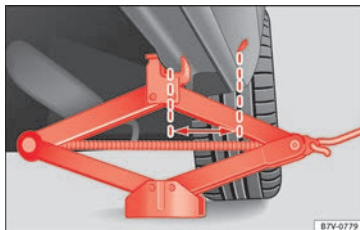

Abb. 70 Wagenheber hinten an der linken Fahrzeugseite angesetzt.
meplätze befinden sich an Stegen, die **hinter** den vorderen Kanten liegen **» Abb. 70**. Es gilt der Aufnahmepunkt, der sich bei dem jeweiligen Rad befindet **» ⚠**.
8. Sicherstellen, dass der Wagenheberfuß mit der ganzen Fläche sicher auf dem Boden steht und sich der Wagenheberfuß genau unter dem Ansetzpunkt »» **Abb. 70** befindet.
9. Den Wagenheber ausrichten und gleichzeitig die Wagenheberklaue weiter hochkurbeln, bis die Klaue den Steg unter dem Fahrzeug »» **Abb. 70** umfasst.
• Wagenheber nur an den beschriebenen Stellen ansetzen. Die Klaue des Wagenhebers muss den Steg des Unterholms sicher umfassen »» **Abb. 70**.